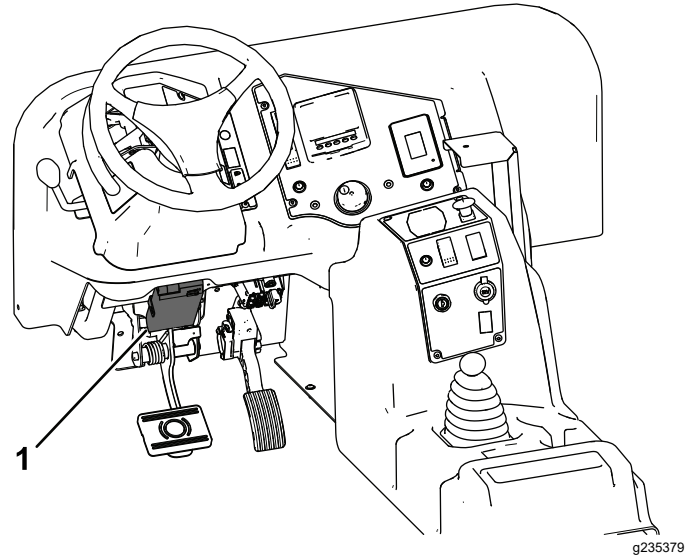

Figura 8
1. Monte o controlador dos travões (Figura 8) na área inferior esquerda do painel com os dois parafusos (n.º 10 x 7/8 pol.) e porcas (n.º 10).